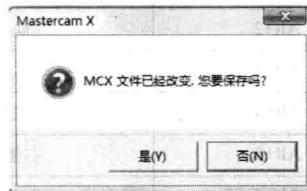

图 1-10 Mastercam X 提示信息框
(1) 新建文件。启动 Mastercam X 软件后，系统默认进入设计模块，同时新建一个未命名的空文件。如果再次调入另一个文件或新建文件，此时系统会弹出图 1-10 所示的 Mastercam X 提示信息框，提示原文件尚未保存，是否保存原文件；如果文件未命名，则要求提供保存文件的路径、文件名称及文件后缀名。